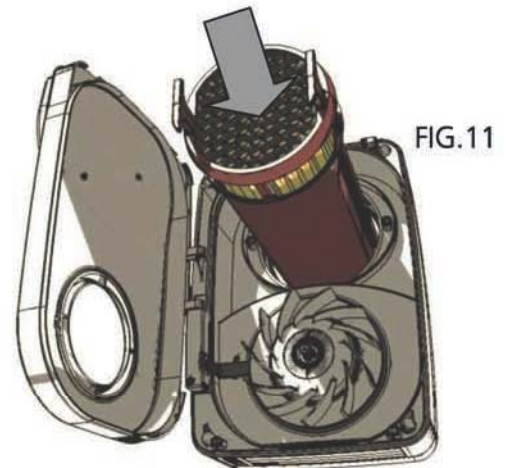

FIG.11
- 9- Insérer l'échangeur de chaleur à travers le châssis et dans le manchon de traversé de mur (FIG 11)